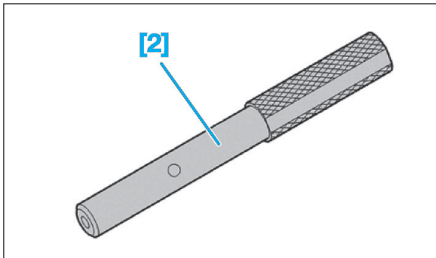

Fig. 63
- [2]. Pige d'arbre à cames (réf : 0188-M) (Fig.63).
- A l'aide de l'outil [2] (Fig.63), pincer la poulie d'arbre à cames (9).